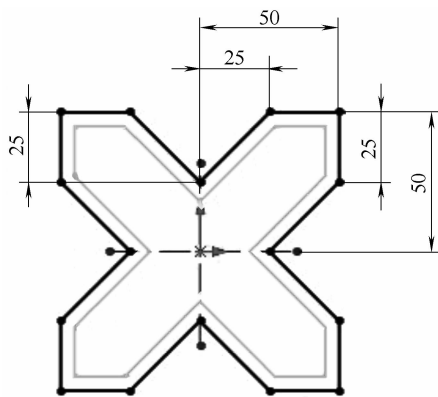
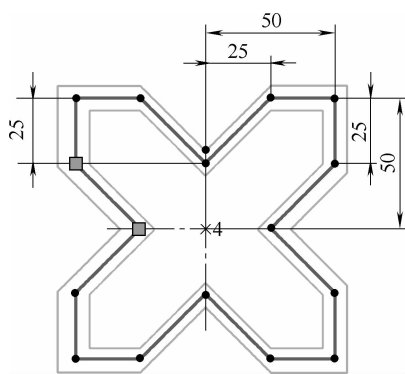

图 2-33 未勾选【双向】复选框的等距实体
图 2-34 勾选【双向】复选框的等距实体
(4) 【双向】复选框 可以为等距的草图元素选择是否向两侧同时等距，如图 2-33 和图 2-34 所示。